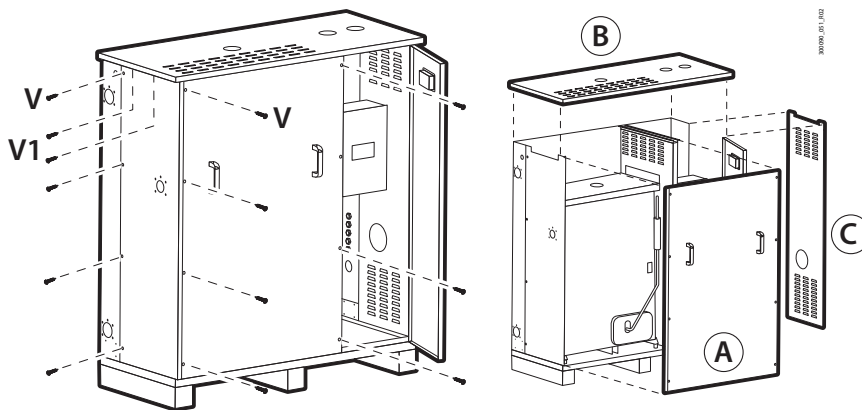

Fig. 17.a
- staccare i pannelli A, B e C (fig. 17.a).